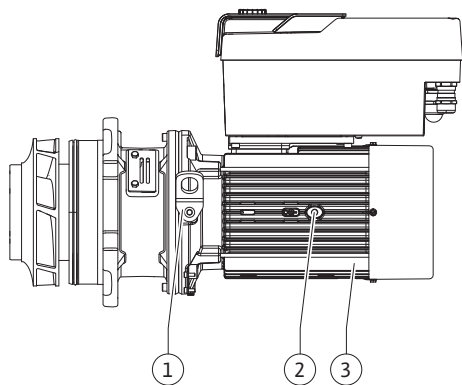

Fig. 107: Utični sklop
13. Utični sklop (vidi Fig. 107) umetnuti u kućište pumpe na stari ili novi željeni ugao položaj. Pritom voditi računa o dozvoljenim položajima ugradnje komponenata (vidi poglavlje „Dozvoljeni položaji ugradnje i promena rasporeda komponenata pre instalacije“ [► 24]).